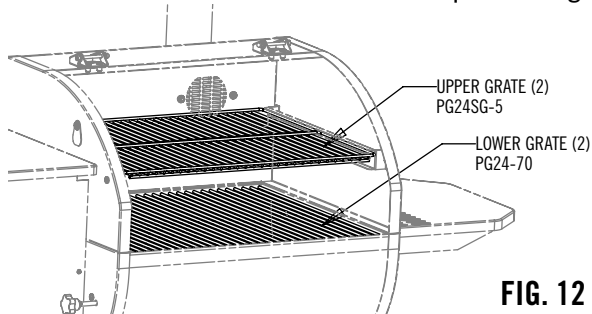

FIG. 12
1. Placer la grille de cuisson et la grille facultative de conservation au chaud comme indiqué à la Fig. 12.